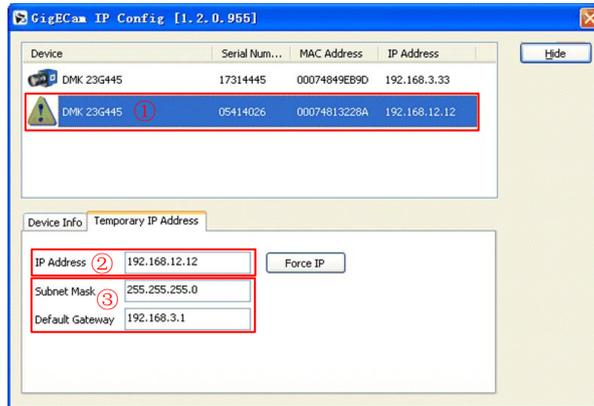

图 4-6 GigECam IP Config 相机连接不正常
3、打开安装好后的 GigECam IP Config，如图 4-6 所示，其中 1 处表示相机连接不正常（有黄色的感叹号），2 处表示相机当前的 IP 地址。
4、打开千兆网卡的 IP 设置属性页面，设置千兆网卡的 IP。由图 4-7 的④处 IP 地址与图 4-6 的②处可知，相机和网卡的 IP 不在同一个字段内。需设置成相机 1、相机 2、网卡的三个 IP 地址的前三位均相同，最后一位不同。而图 4-6 中③处的子网掩码和默认网关必须与图 4-7④处的处一致。